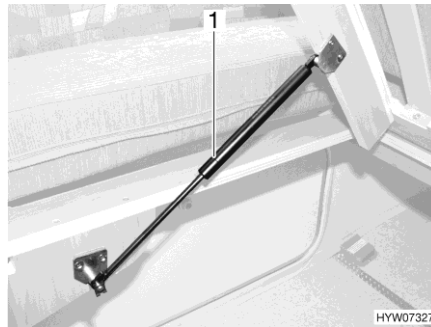

Fig. 129 Lit fixe
- Soulever le sommier à lattes. Les ressorts à pression de gaz (Fig. 129,1) maintiennent le sommier à lattes en position ouverte.